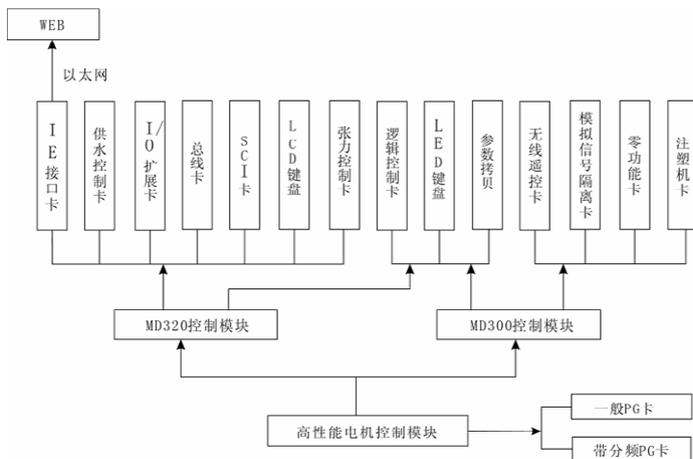

图2 MD系列变频器模块结构示意图
- 3) MD系列变频器的顶层模块是行业专用模块,这是给行业专用需求提供的解决平台,客户可以使用现有的解决方案,也可以根据自身要求,进行二次开发。这些顶层子模块如图2所示。